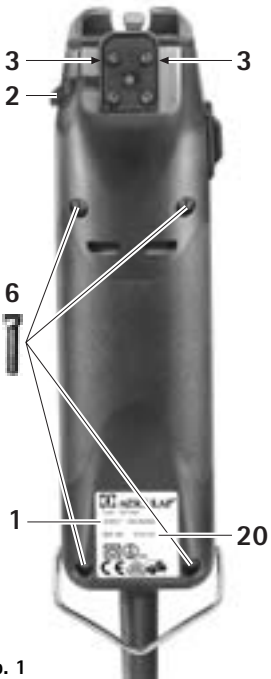

Abb. 1
Schneideköpfe wechselt man am besten bei laufender Maschine, dazu muß der Hebel **2** (Abb. 1), gedrückt werden.
Bitte Aufsteck-Gleitflächen **3** (Abb. 1), immer sauber halten und leicht ölen.
- Schrauben **6** (Abb. 1), lösen und den Gehäusedeckel abnehmen.
- Bei der Montage sind die Deckelschrauben **6** (Abb. 1), zuerst nur leicht anzuziehen. Danach ist zu prüfen, ob sich im Gehäuse nichts verklemt hat. Außerdem empfiehlt es sich, die Maschine kurz laufen zu lassen, bevor die Schrauben zum Schluß gut festgedreht werden.
Bitte bei Bestellung von Ersatzteilen die Fabrikationsnummer der Maschine **20**, (Abb. 1), die Typenbezeichnung der Maschine sowie die Artikelnummer des Ersatzteils angeben.
Changing of the cutter heads is best done with the clipper running. For fitting press lever 2 (Fig. 1).
Sliding surfaces 3 (Fig. 1) must always be kept absolutely clean and regularly oiled lightly.
- Loosen screws 6 (Fig. 1) and remove the housing cover.